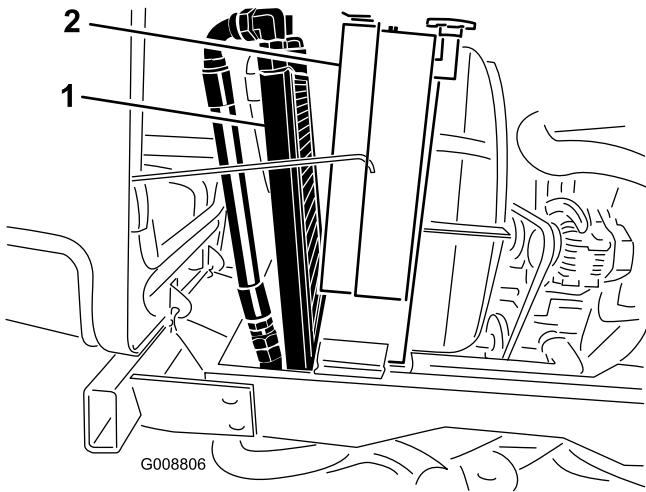

Figure 63
3. Basculez le refroidisseur d'huile en arrière. Nettoyez soigneusement les deux côtés du refroidisseur et la surface autour du radiateur (Figure 63) à l'air comprimé. Commencez par l'avant et soufflez les débris vers l'arrière. Nettoyez ensuite en soufflant de l'arrière vers l'avant. Répétez cette procédure plusieurs fois jusqu'à ce qu'il ne reste plus aucun débris